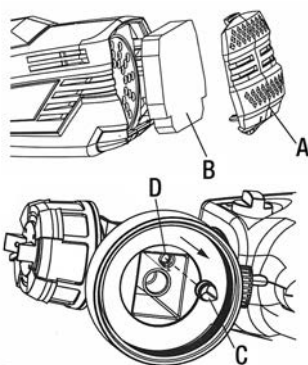

Figure 7
Vous devez inspecter le filtre d'air (A) Fig.7 à l'arrière du corps/moteur assemblé régulièrement pour voir s'il est excessivement sale. S'il est sale, nettoyez-le comme suit.
- 2) Retirez le diaphragme (C) Fig.7 du tuyau de ventilation (D), nettoyez toutes les pièces et réinstallez-les dans l'ordre inverse.